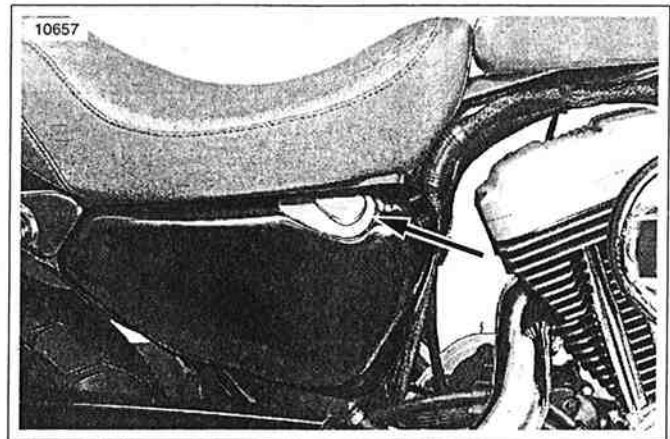

Figura 1-1. Localización de la tapa de llenado/varilla medidora
1. Vea la Figura 1-1. Quite la tapa de llenado del tanque de aceite en el lado derecho del vehículo.